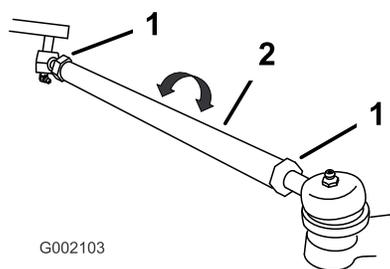

Figura 40
4. Se a medição obtida não corresponder a 0–6 mm, desaperte as porcas de segurança nas extremidades das barras transversais (Figura 40).